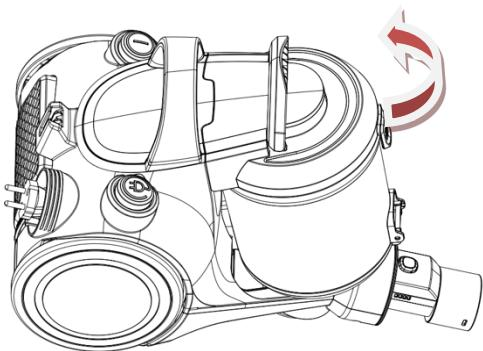

Fig.7
2. Zoals in Fig.7 de stofkamer uit het apparaat halen.